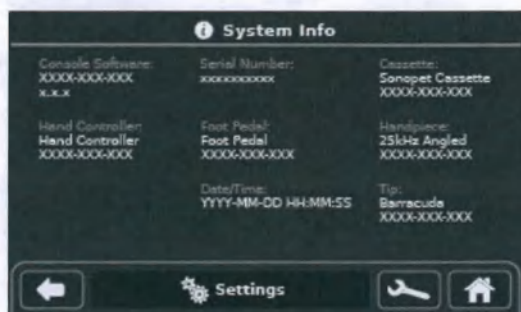

Рисунок 51 — Экран системной информации
- Системная информация включает в себя информацию о редакциях программного обеспечения компонентов, названиях компонентов, артикулах и серийных номерах. Информация отображается при подключении компонента к консоли. Компоненты включают в себя педаль, рукоятку, насадку и наконечник для ирригации, кассету для аспирации и ирригации и пульт ручного управления (рисунок 51).